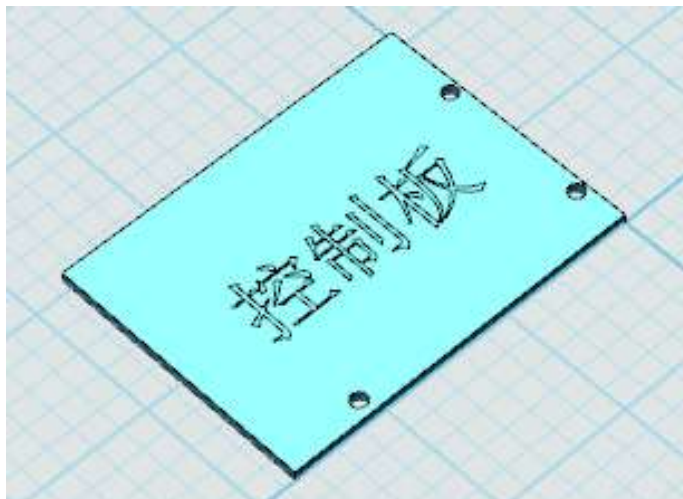

图 6-7
4. 选择字体，点击拉伸，高度为 2.1。完成后如图 6-7 所示。